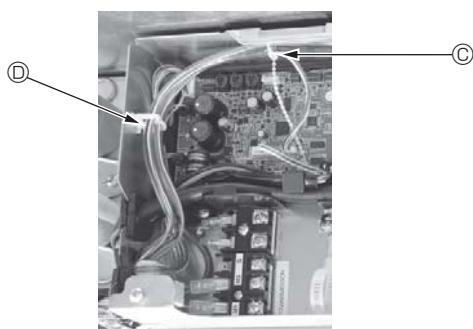

Fig. 5-15
- Coloque as partes excedentes dos fios de junção do i-See sensor e do recetor de sinais da caixa dos componentes elétricos no grampo para fios tal como exibido no diagrama e, em seguida, segure todos os fios com a presilha. (Fig. 5-15)